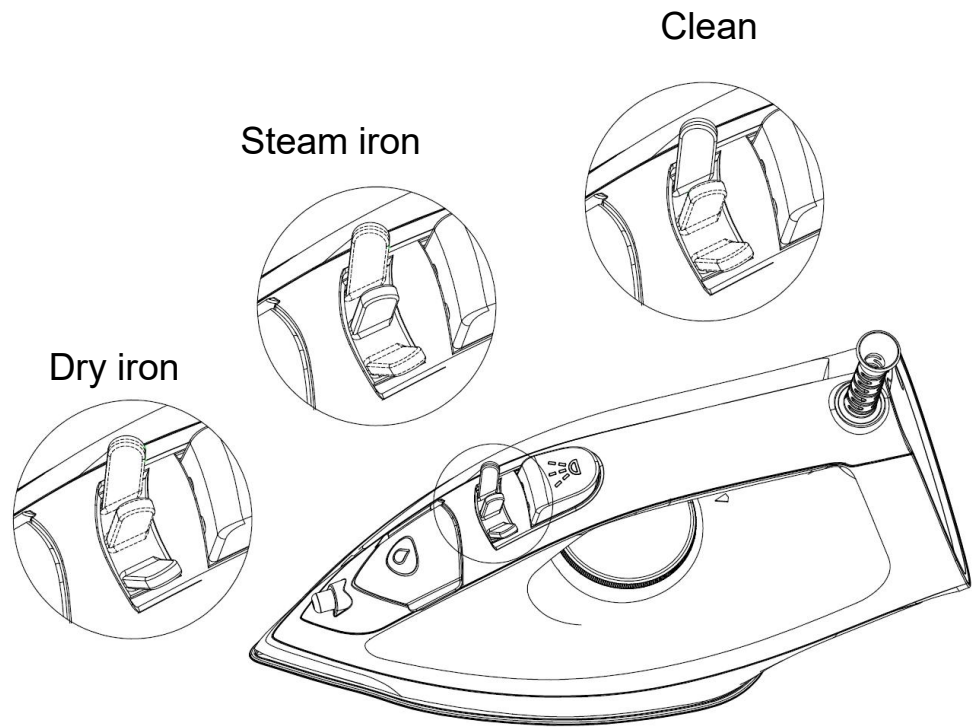

Fig.5
26. Wählen Sie mit dem Dampfkнопf die gewünschte Funktion nach Bedarf aus (siehe Abb. 5). Drehen Sie den Dampfkнопf auf die Einstellung „Dampfbügeln“, das Bügeleisen gibt weiterhin Dampf ab. Wenn Sie den Trockenbügelmодus aktivieren möchten, drehen Sie den Dampfkнопf auf die Einstellung „Trockenbügeln“.